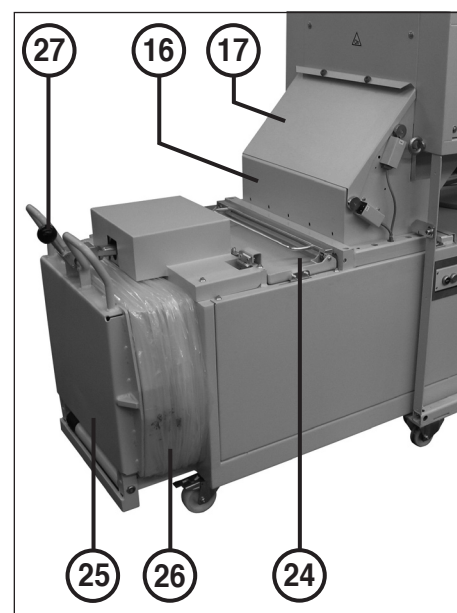

fig. 7
Une pression prolongée sur ce poussoir (au moins pendant 2 secondes) fait légèrement reculer le vérin de compression et fait légèrement avancer le levier de verrouillage (27) (fig. 7) (annulation de la pression exercée sur le volet de prélèvement).